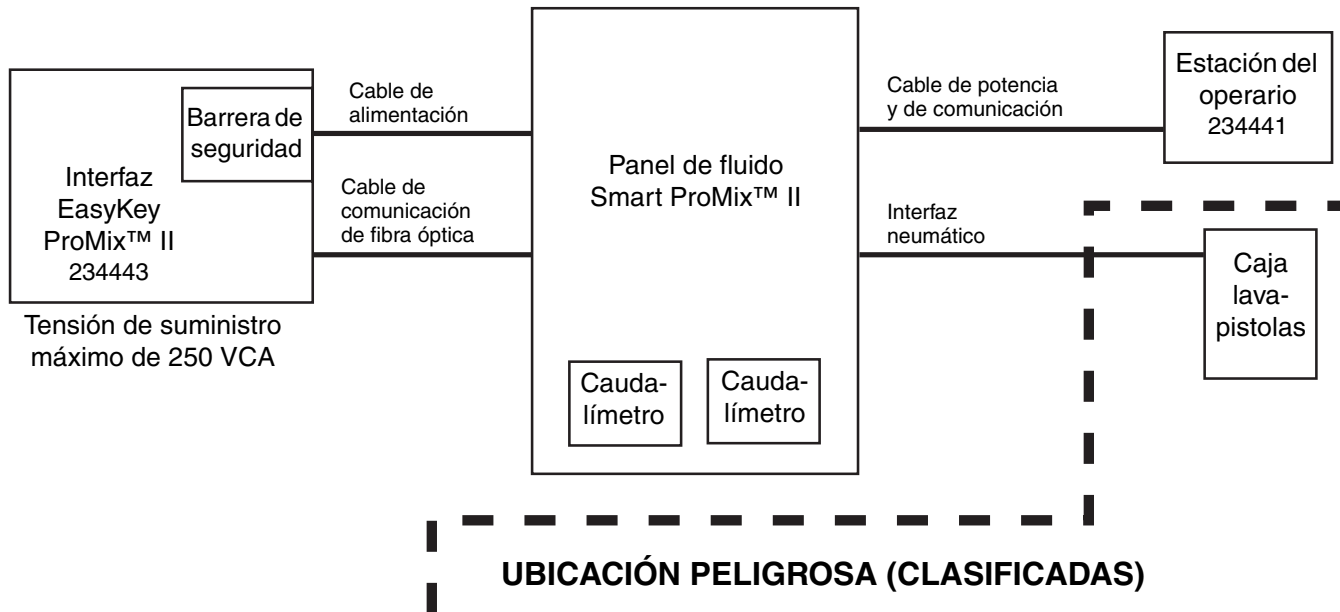

FIG. 4 Instalación no intrínsecamente segura
- FIG. 4 y FIG. 5, en la página 14, muestran las instalaciones típicas. Contacte con su distribuidor Graco para obtener los diagramas del sistema real.
- Consulte FIG. 4 o FIG. 5, página 14, para informarse sobre los requisitos de los emplazamientos no peligrosos frente a los de los emplazamientos peligrosos.
Panel de fluido Smart: Instalar de acuerdo con los requisitos de : Instalación no intrínsecamente segura (FIG. 4) o Instalación intrínsecamente segura (FIG. 5) y en un lugar conveniente para conectar los suministros de pintura y de disolvente.
Estación del operario: Instalar de acuerdo con los requisitos de : Instalación no intrínsecamente segura (FIG. 4) o Instalación intrínsecamente segura (FIG. 5) y en un lugar conveniente para el operario.